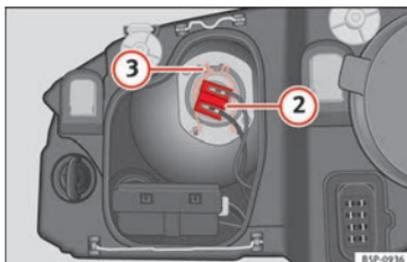

Fig. 179 Luz de cruce.
- Extraiga el conector » fig. 179 ② de la lámpara.
- Desenganche el resorte retentor » fig. 179 ③ presionándolo hacia dentro y a la derecha.